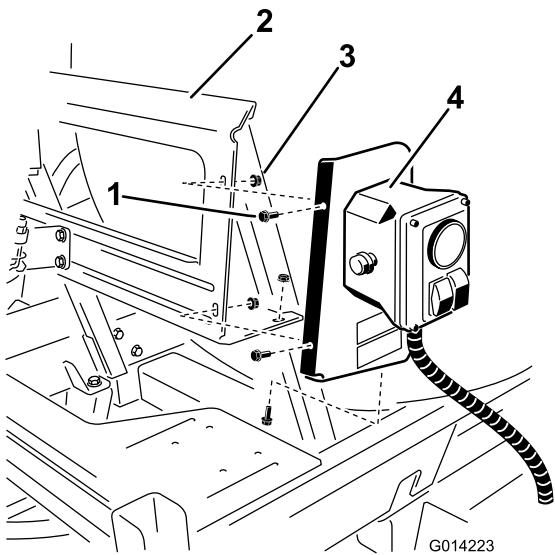

図 8
- このアセンブリを、ブラケットに取り付けるボルト1/4 x 5/8 インチ3本とロックナット1/4 インチ3個を使用する図8。